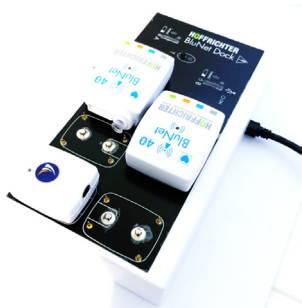

Abbildung 12: BluNet Dock Station - PC-Anschluss zum Herunterladen und Aufladen
- lädt zwei BluNet-Module (PG und/ oder EXG) und 3 DIB Module gleichzeitig (Abbildung 12);